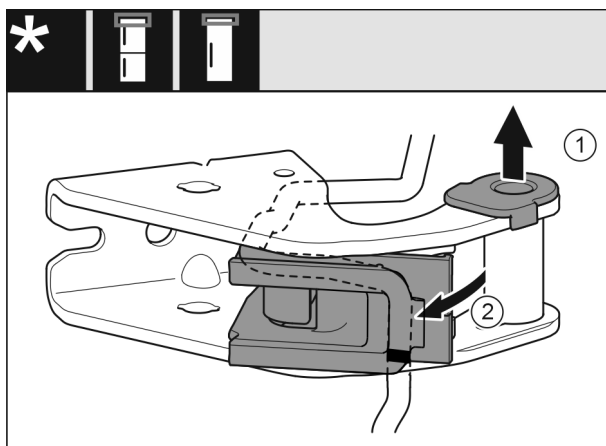

Fig. 26
- ▶ Tõmmake laagripukk juhikust välja. Fig. 26 (1)
- ▶ Keerake kaablihoidik välja. Fig. 26 (2)